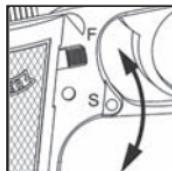

Fig. 2B
- Empuje el seguro hacia arriba, apuntando a la posición "F" (**Fig. 2B**). Cuando usted pueda ver el punto ROJO la pistola de aire está en posición MODO NO SEGURO ("OFF SAFE") y puede ser disparada.